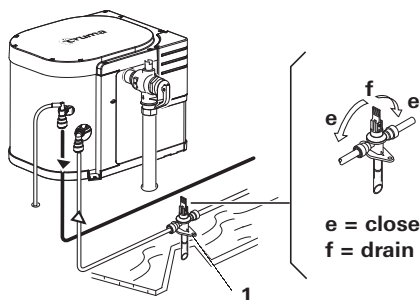

Fig. 2
- ▶ 打开排水阀（图 2 - 3）。将手柄置于“f”位置（排水）。此时，热水器通过排水阀直接向外排水。